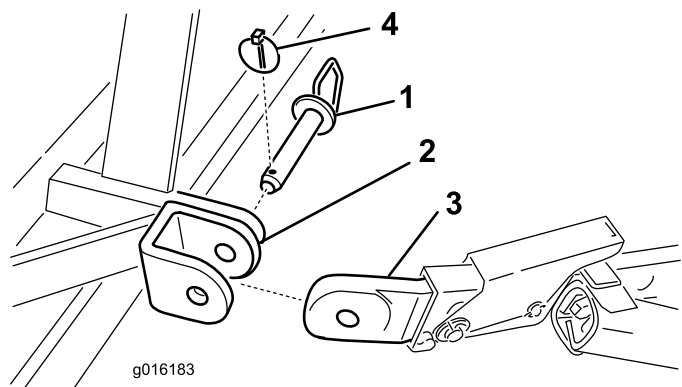

图4
- 使用挂钩销和保险销将下连杆臂固定到打孔机安装支架上（图 4）。